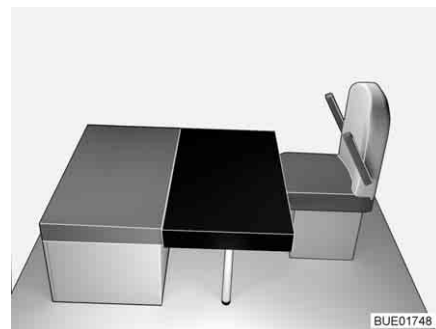

Bild 139 Nach dem Umbau
- Das rechteckige Zusatzpolster auf den Tisch legen (vor das Sitzpolster der Sitzbank, siehe Bild 139). Der Ausschnitt im Zusatzpolster liegt dabei an der vorderen Stützwand.